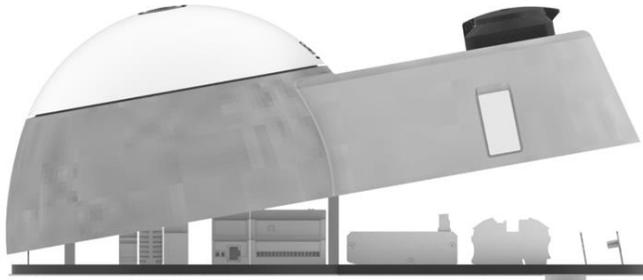
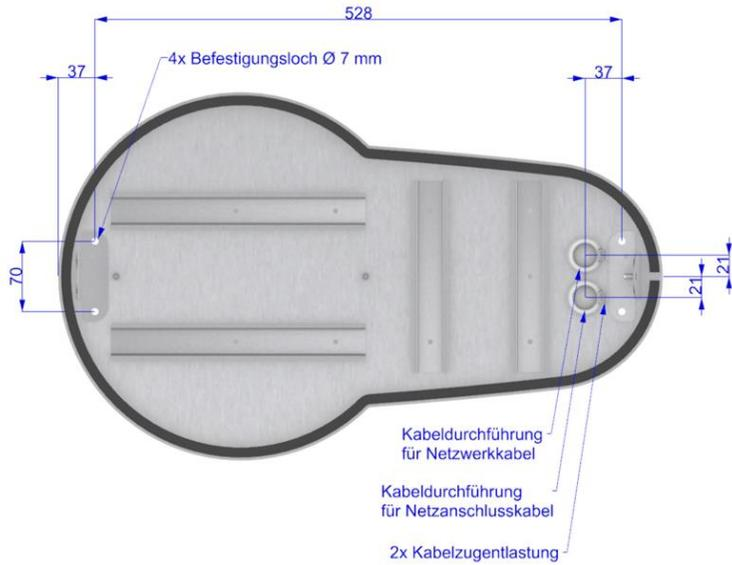

Abbildung 7: Abnahme des Gehäuseoberteil
Abbildung 8: Bemaßung Gehäuseunterteil
- Nach dem Sie die Schrauben gelöst haben, können Sie durch eine nach hinten gekippten Aufwärtsbewegung das Gehäuseoberteil vom Unterteil abnehmen, siehe Abbildung 7.
- Bohren Sie nun die Löcher zur Aufhängung der Wallbox. Die Bemaßungen und Positionierung der Löcher können Sie der Abbildung 7 und Abbildung 8 entnehmen.